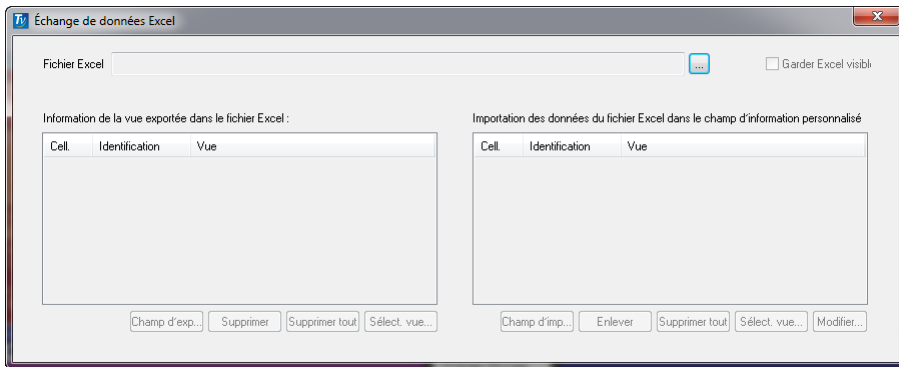

Figure 10-11 Boîte de dialogue Échange de données Excel
4. Dans la boîte de dialogue **Échange de données Excel** (voir la Figure 10-11 à la page 474) effectuez les tâches suivantes :